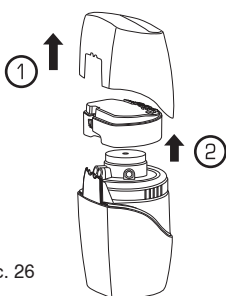

Рис. 26
4. Снимите крышку с Системы ①. Снимите электронный модуль ② (рис. 26).